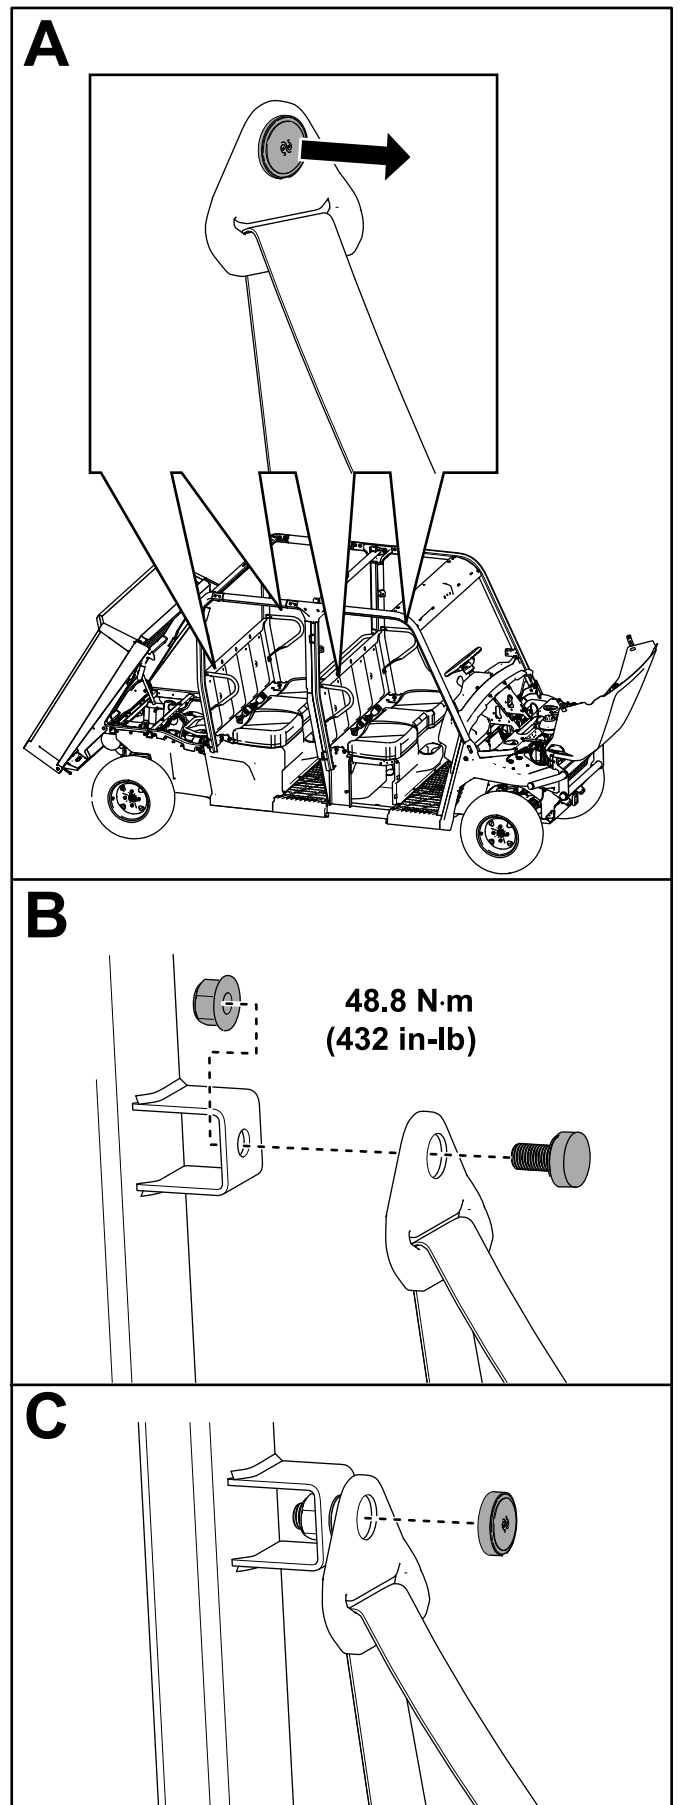

Figure 60
A. Retirez le cache de la partie supérieure de la ceinture de sécurité (Figure 60).
B. Insérez la ceinture de sécurité dans son support sur l'arceau de sécurité et fixez-la en place avec un contre-écrou (7/16 po), comme montré à la Figure 60.
Serrez le contre-écrou (7/16 po) à 48,8 N·m (432 po-lb), comme montré à la Figure 60.
C. Remettez le bouchon en place (Figure 60).